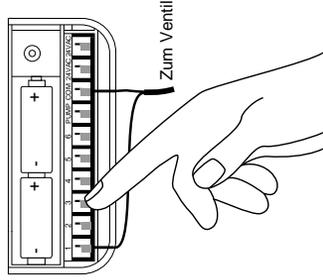

Abb. 26: Anschluß der Ventilkabel
- Schließen Sie das gemeinsame Kabel am Anschluß mit der Markierung "COM" an (siehe Abb. 26).